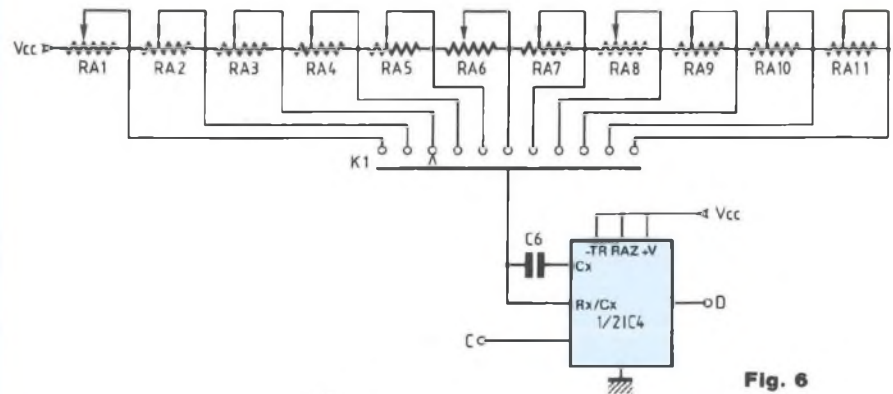

Fig. 6
b) Monostable redéclenchable à rapport cyclique variable (fig. 6)